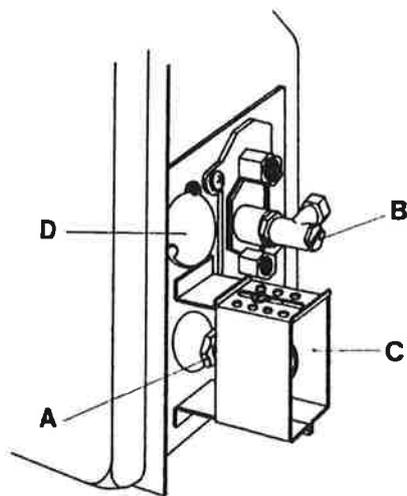

fig. 1
- Togliere l'ugello «A» (fig. 1) e sostituirlo con quello adatto in dotazione (v. tab.).
- Svitare il tappo «B» (fig. 1) del gruppo pilota ed agire sulla vite interna fino ad ottenere sul bruciatore pilota una fiamma lunga circa 15 mm. in modo che lambisca la termocoppia.
- Regolare la fascetta «C» (fig. 1) per l'ammissione dell'aria al bruciatore fino ad ottenere una buona fiamma di colore azzurro.
- Togliere l'ugello «A» (fig. 1) e sostituirlo con quello adatto in dotazione (tab.).
- Svitare il tappo «B» (fig. 1) dal gruppo pilota ed agire sulla vite interna fino ad ottenere sul bruciatore una fiamma lunga circa 15 mm., in modo che lambisca perfettamente la termocoppia.
- Regolare quindi la fascetta «C» (fig. 1) per l'ammissione dell'aria primaria al bruciatore fino ad ottenere una buona fiamma.
- In caso di interruzione di erogazione dell'energia elettrica la stufa può essere accesa manualmente con un fiammifero accedendo al bruciatore pilota tramite lo sportellino «D» (fig. 1).